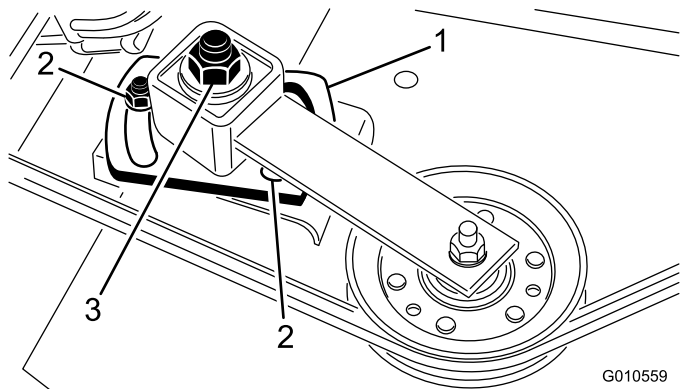

図 4
2. アイドラプレートを固定しているナット 2個を外してアイドラプーリがベルトを押す力を解除する図 4。
3. 右スピンドルプーリからベルトを取り外す図 4。